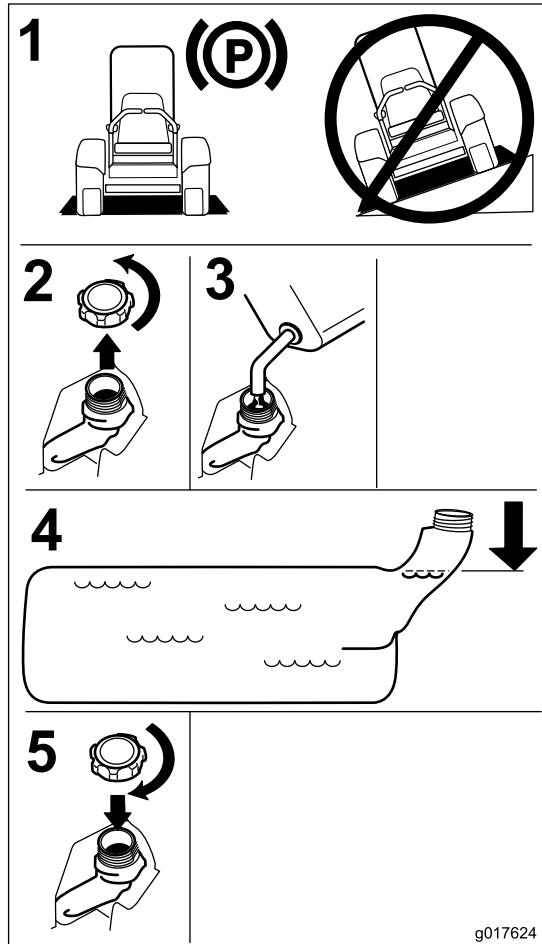

Bild 6
4. Füllen Sie den Kraftstofftank bis zur Unterseite des Einfüllstutzens. Stellen Sie sicher, dass im Tank für die Ausdehnung des Benzins vorhanden ist (Bild 6).